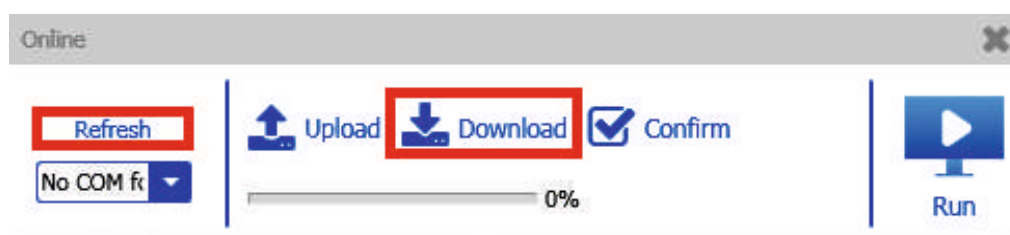

Рис. 10
4. В открывшемся окне выберите необходимый COM-порт, к которому подключено реле, и нажмите кнопку «Download» (Рис. 10).